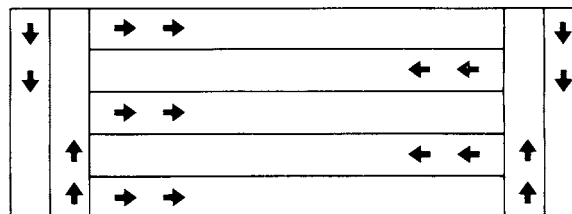

FIGURE 26
4. Pour faciliter au mieux l'application, appliquer d'abord le matériau aux deux extrémités de la zone. Deux ou trois passes de chaque côté sont suffisantes. Ensuite, appliquer le matériau en mouvement de va-et-vient comme indiqué. Utiliser les zones d'extrémité pour tourner, en arrêtant la répandeuse lorsqu'on entre dans les zones d'extrémité et en la remettant en marche lorsqu'on en sort pour effectuer la passe suivante. Voir la figure 26.